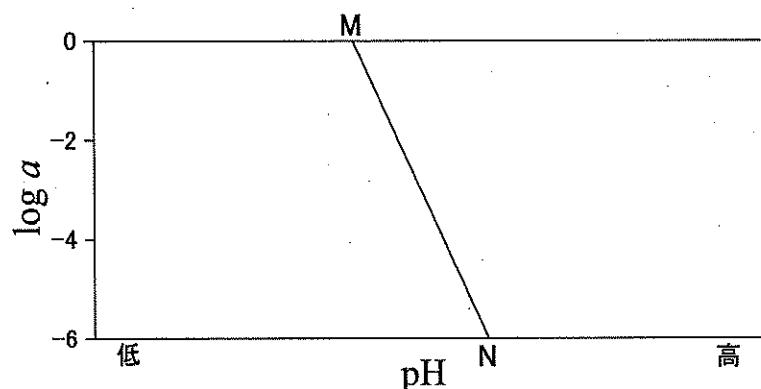

図1  $\text{Ca}^{2+}$  の加水分解平衡模式図
問(3) 図1の MN 線は  $\text{Ca}^{2+}$  イオンの加水分解平衡を表している。図中縦軸の  $a$  は Henry の法則に基づをおいた  $\text{Ca}^{2+}$  イオンの活量である。温度が 298 K のとき、M 点の pH は 11.3 である。(A)～(B)に答えなさい。なお、反応式は以下のようになる。